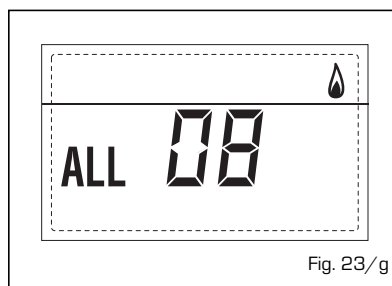

Fig. 23/g
- ANOMALÍA CIRCULACIÓN AGUA "AL 09" (fig. 23/h)